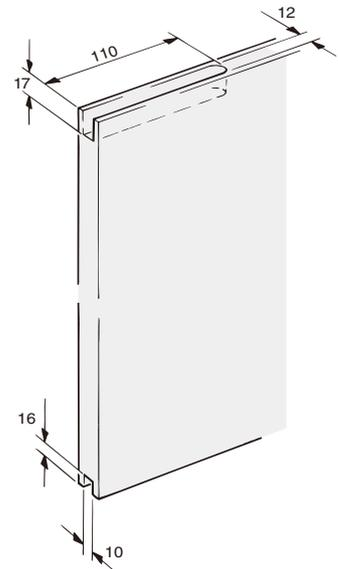

図 1-4
- [2] インナーパーツ③を埋め込むときおよび扉の厚みが 30 mm 以下のとき、扉の上の両側には、図 1-4 のような加工をしてください。